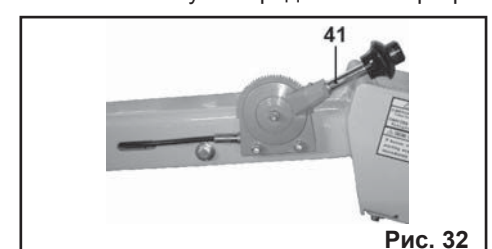
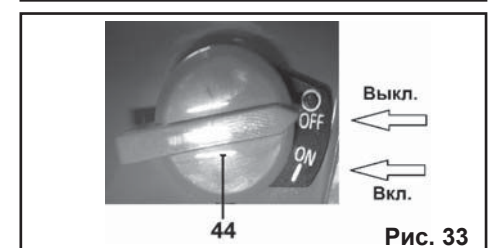

Рис. 32
Рис. 33
ворачивайте ключ в положение **СТАРТ**. 8.5.11. Для того чтобы остановить двигатель, переведите рычаг привода управления оборотами (41) в положение холостого хода (Рис. 32), после чего переведите выключатель двигателя (44) в положение **«OFF» (Выключено)** (Рис. 33).